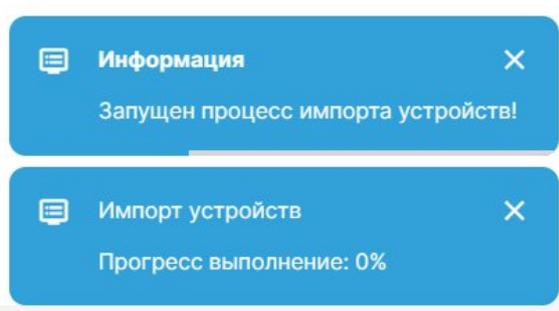

Рисунок 89 – Уведомления о запуске импорта устройств
7. Отслеживать прогресс выполнения импорта устройств (Рисунок 89).